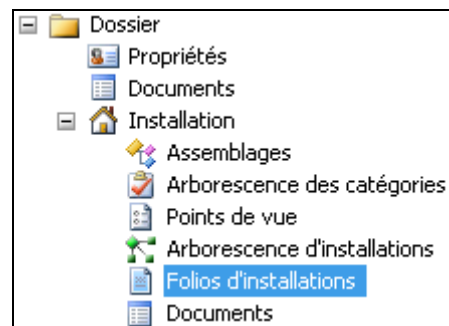

Fig. 3
-Choisir la section **Folios d'installations** dans l'explorateur de projet (Fig. 3)